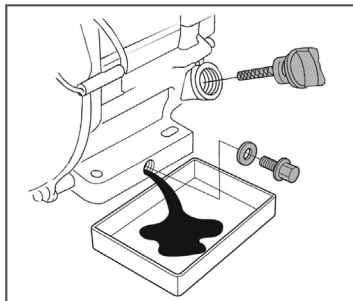

Рис. 15 Замена моторного масла
6. Открутите крышку-щуп из маслосливной горловины, протрите её насухо и отложите в сторону (Рис. 15).
7. Открутите пробку для слива масла и слейте отработанное масло в подготовленную для этого емкость (Рис. 15).